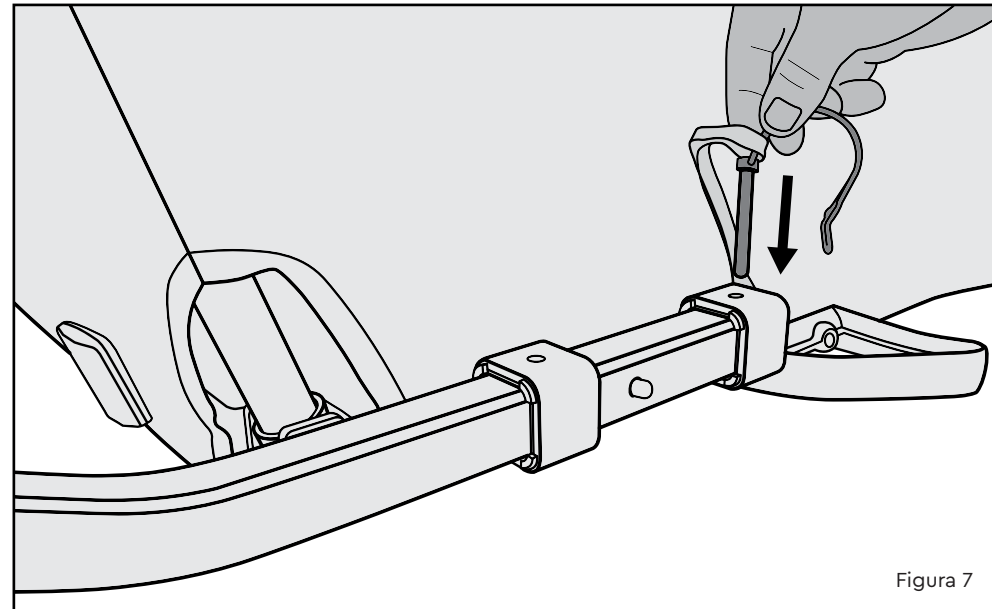

Figura 7
2. Inserte el pasador de sujeción desde la parte superior a través de los agujeros alineados (Figura 7).